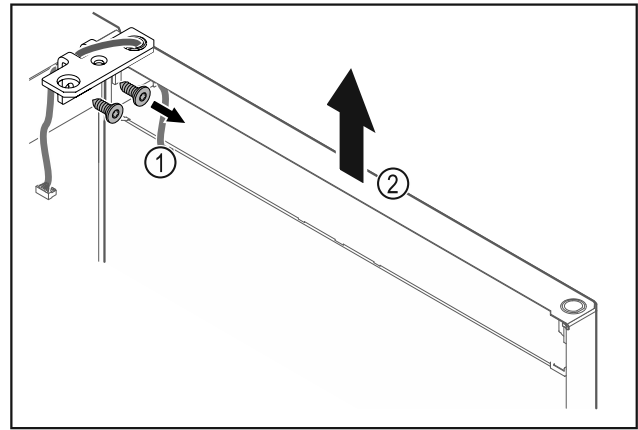

Fig. 21
- ▶ Skru av hengselvinkelen Fig. 21 (1).
- ▶ Løft døren og hengselvinkelen Fig. 21 (2) ca. 200 mm rett opp, og ta den av.